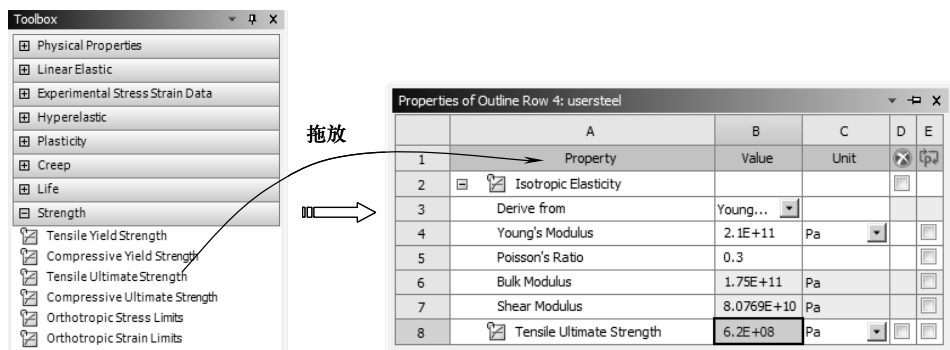

图 7-19 添加抗拉强度属性
4) 同理，在【Toolbox (工具箱)】中【Strength】下的【Tensile Ultimate Strength】选项上按住鼠标左键，拖动到 A1 栏的【Property】选项上，释放鼠标创建抗拉强度属性并输入属性值，如图 7-19 所示。